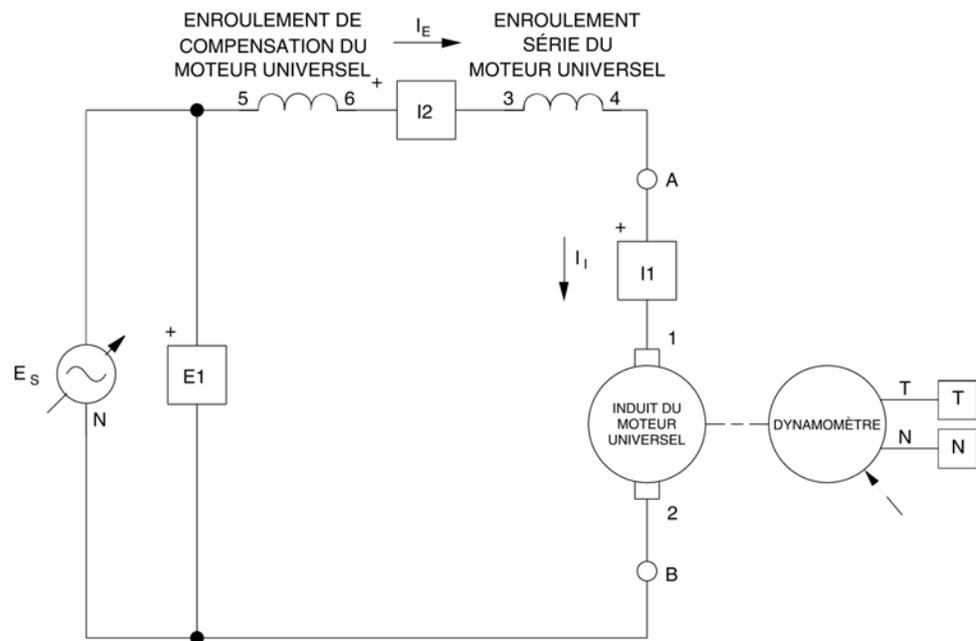

Figure 3-13. Moteur universel à alimentation c.a. (avec enroulement de compensation) couplé à un dynamomètre.
22. Modifiez les raccords afin de raccorder l'enroulement de compensation du moteur universel comme à la figure 3-13.
Vous pouvez obtenir la caractéristique de la vitesse en fonction du couple d'un moteur universel (avec enroulement de compensation) alimenté au moyen d'une source c.a. Pour ce faire, vous devez vous assurer que l'interrupteur principal du Bloc d'alimentation est à la position O (arrêt) et monter le circuit du moteur universel de la figure 3-13. Sur le module Moteur d'entraînement / Dynamomètre, assurez-vous que les sélecteurs MODE, MODE de la section COMMANDE DE LA CHARGE et AFFICHAGE sont aux positions DYN., MIN. et COUPLE, respectivement, et que le bouton MANUELLE de la section COMMANDE DE LA CHARGE est à la position MIN. (vers la gauche, jusqu'au bout). Dans l'application Appareils de mesure, assurez-vous que les appareils de mesure E1, I1 et I2 sont en mode c.a. et que la fonction de correction du couple de l'appareil de mesure T est activée. Effacez les données (s'il y en a) enregistrées dans le tableau de données. Mettez l'interrupteur principal du Bloc d'alimentation à la position I (marche) et réglez la tension de la source  $E_s$  c.a. à la tension nominale du module Moteur universel. Sur le module Moteur d'entraînement / Dynamomètre, réglez le bouton MANUELLE de la section COMMANDE DE LA CHARGE de façon à ce que le couple indiqué sur l'afficheur du module passe de 0 N·m (0 lbf·po) à 2,0 N·m (18,0 lbf·po), par pas de 0,2 N·m (2,0 lbf·po). Pour chaque couple réglé, réglez à nouveau le bouton de commande de la tension du Bloc d'alimentation, de façon à ce que la tension de la source  $E_s$  demeure celle précédemment réglée, attendez que la vitesse du moteur se stabilise, puis notez les données dans le Tableau de données. Lorsque toutes les données sont enregistrées, mettez l'interrupteur principal du Bloc d'alimentation à la position O (arrêt). Modifiez le tableau de données de façon à ne conserver que la vitesse  $n$ , le couple  $T$ , le courant d'induit  $I_l$  et la tension de la source  $E_s$ . Intitulez le tableau de données DT321. Tracez un graphique de la vitesse (mesurée au moyen de l'appareil